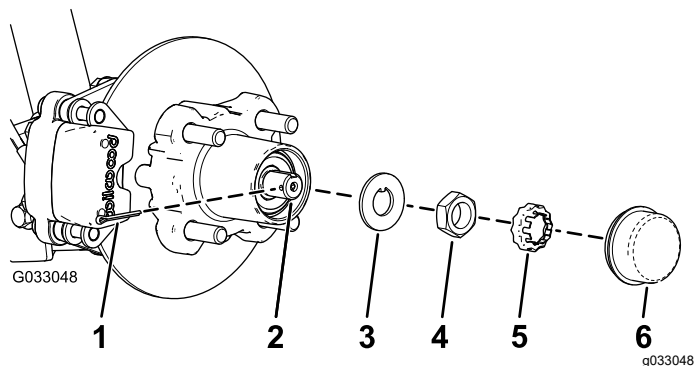
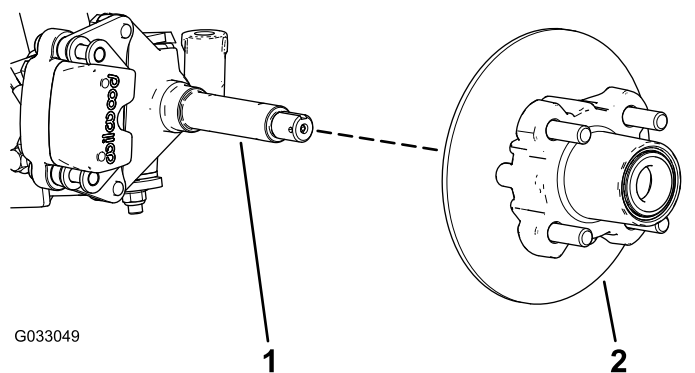

Figura 24
Figura 25
4. Retire el tapón guardapolvo del cubo (Figura 24).
5. Retire la chaveta y el retén del eje/tuerca del eje (Figura 24).
6. Retire la tuerca del eje, y separe el conjunto de cubo y rotor del eje (Figura 24 y Figura 25).